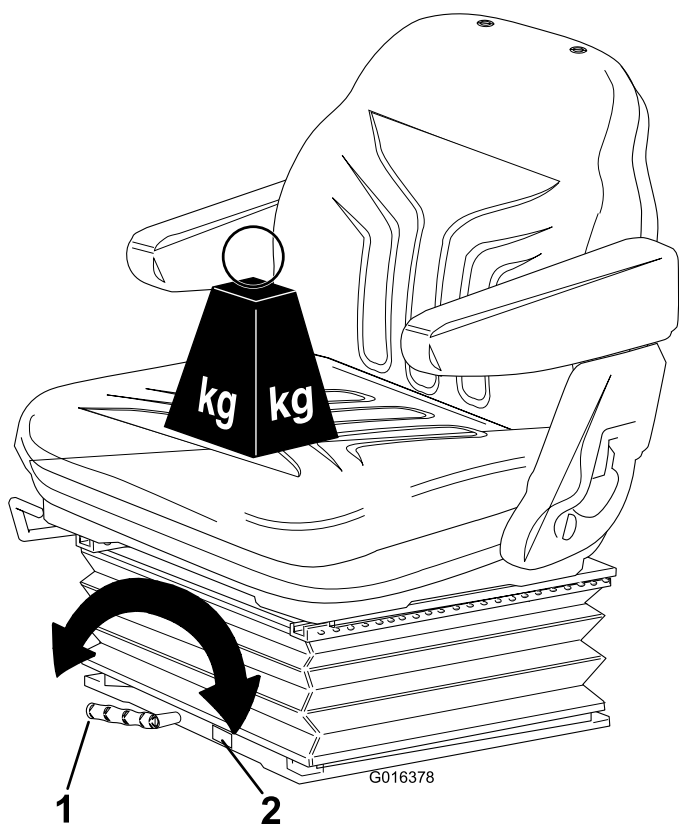

Figura 12
- **Regolazione della sospensione:** Ruotate la maniglia in senso orario per aumentare la resistenza della sospensione e in senso antiorario per diminuirla. Il quadrante indica quando viene raggiunta la regolazione ottimale della sospensione in base al peso dell'operatore (kg); fate riferimento a Figura 12.